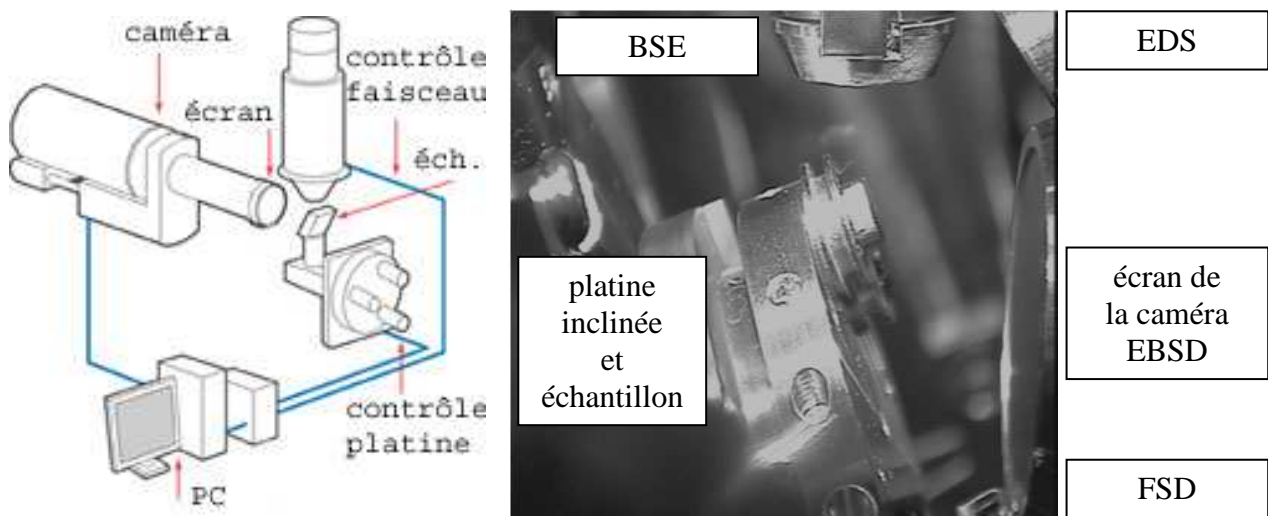

Fig. 1 – Système EBSD schématisé et chambre MEB avec son détecteur.
- Notions d'encombrement (fig. 1)